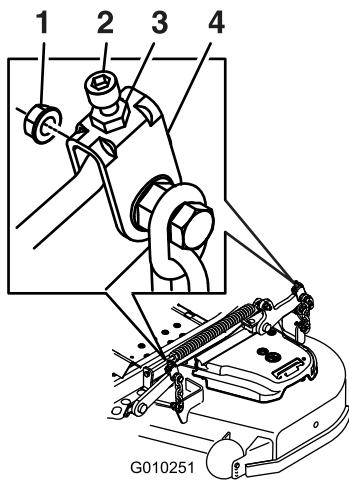
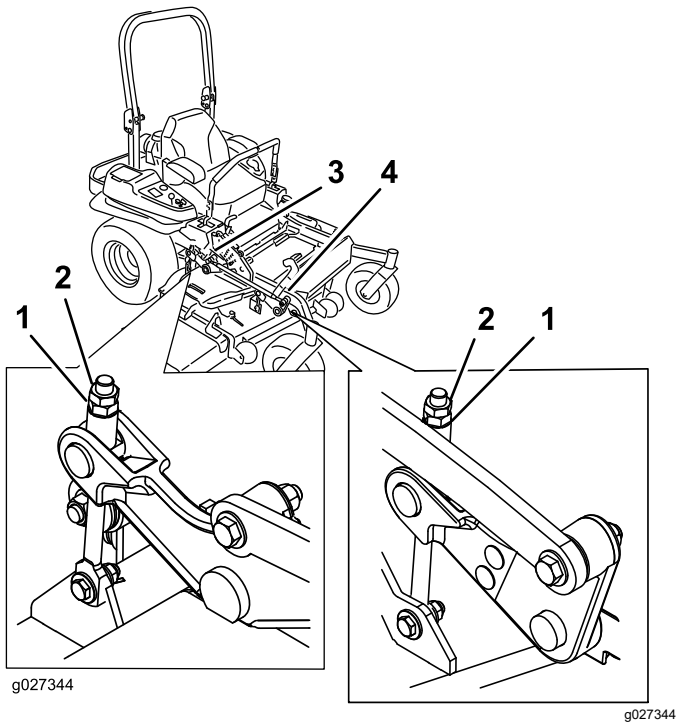

Figura 116
Figura 117
- Gire la tuerca de ajuste del conjunto de elevación de la carcasa delantera para modificar la altura (Figura 116 o Figura 117).
16. Gire el tornillo de ajuste hasta obtener una altura de 8.3 cm ($3\frac{1}{4}$ ") (Figura 117).